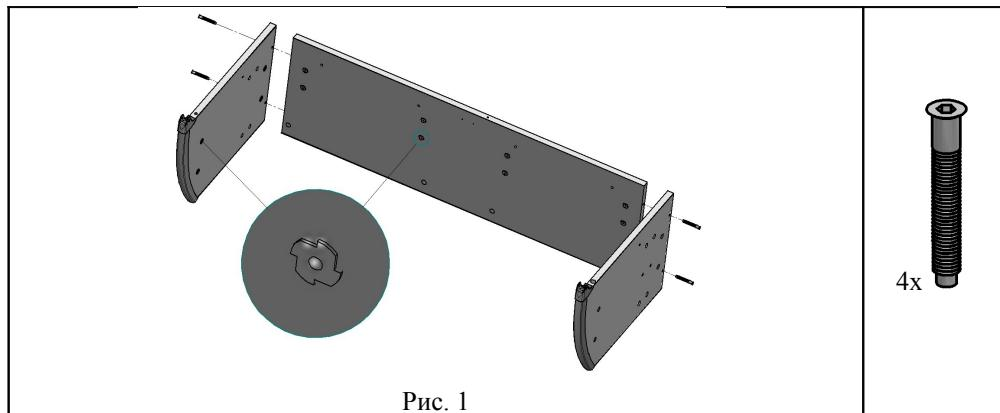

Рис. 1
4.1.1. К стенке задней (поз. 3) прикрутить с помощью винтов конфирмат (поз. 1, пакет № 29) стенку боковую левую (поз.1) и стенку боковую правую (поз. 2), см. рис. 1.